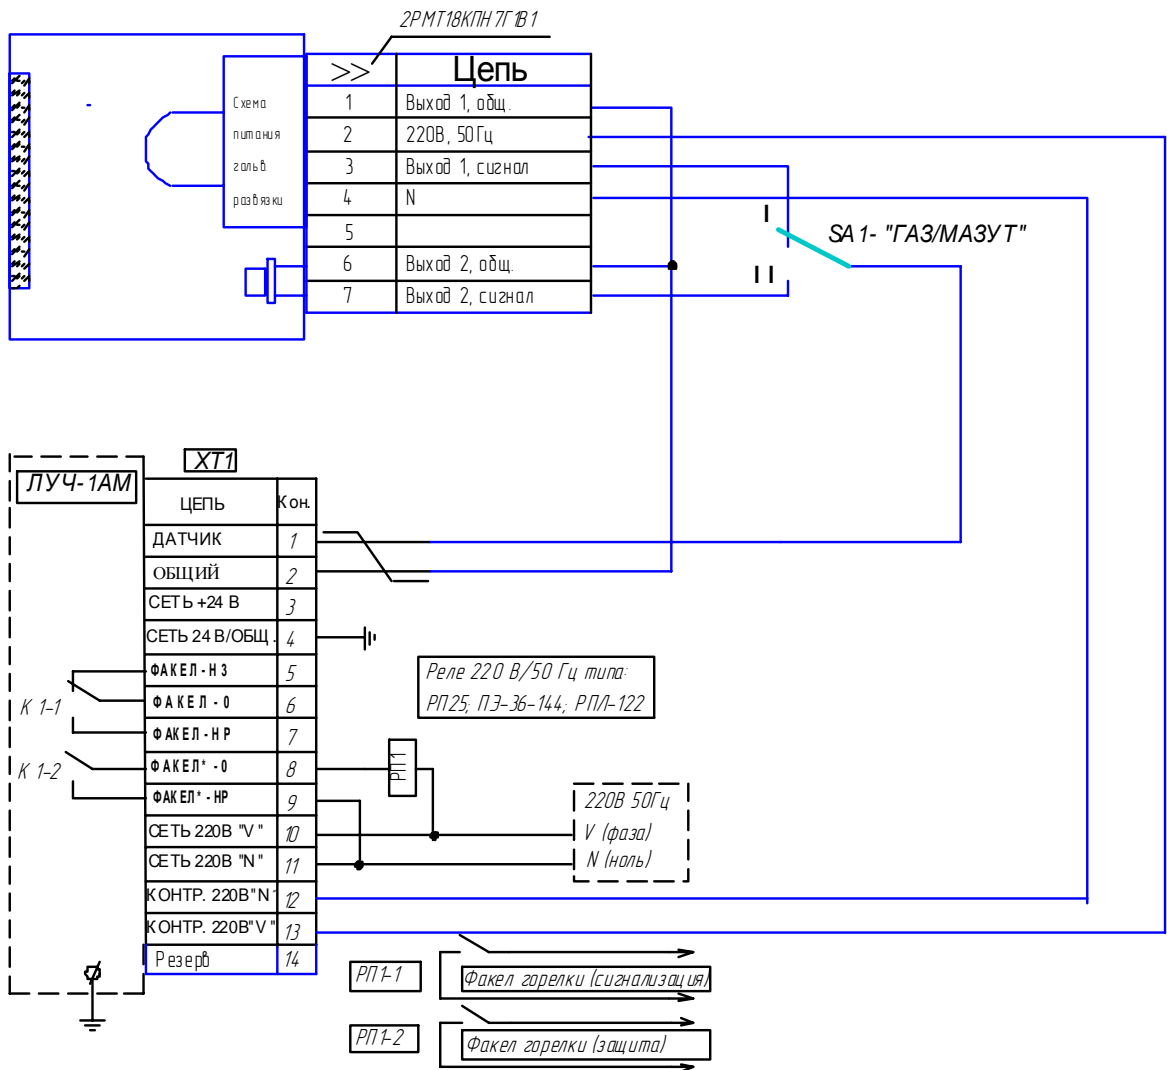

Рис.14. Типовая схема подключения сигнализатора ЛУЧ-1АМ для контроля комбинированной газо-мазутной горелки фотодатчиком ФД-05ГМ с переключением вида топлива.
- Рис.14. Типовая схема подключения сигнализатора ЛУЧ-1АМ для контроля факела газо-мазутной горелки фотодатчиком ФД-05 ГМ.